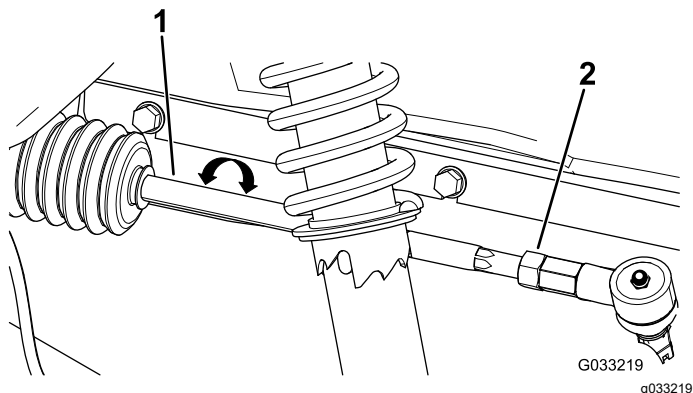

図 102
1. タイロッドの外側端にあるジャムナットをゆるめる 図 102。